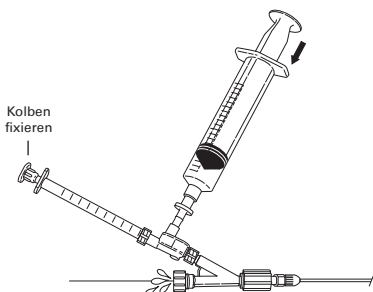

Abb. 6
8. Den Kolben der 1-ml-Spritze fixieren und die 20-ml-Spritze langsam herunterdrücken, um alle restlichen Luftblasen zu entfernen. Wenn das System vollständig entlüftet ist, das Tuohy-Borst-Ventil um den Tip-Okkluder herum festziehen. (Abb. 6)